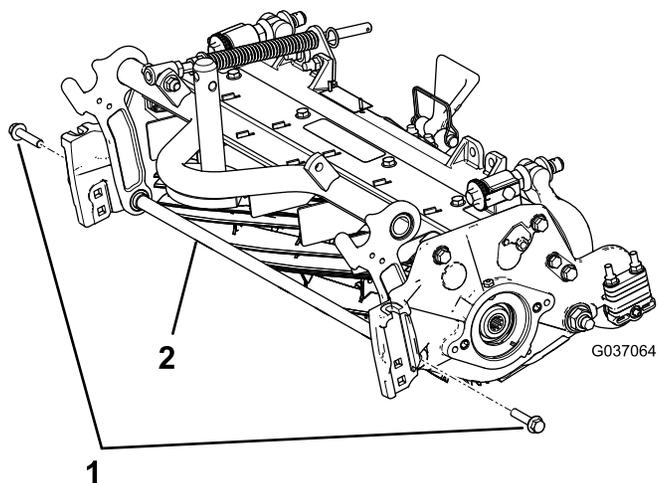

**Figura 3**
6. Retire os adaptadores estriados existentes de cada extremidade do eixo do cilindro utilizando a ferramenta do veio de transmissão do cilindro (Peça n.º TOR4112 para o cilindro de 12,7 cm e peça n.º TOR4074 para o cilindro de 17,8 cm). Consulte Figura 3.